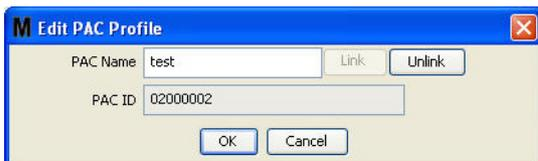

FIG. 117
- È visualizzata la schermata Edit PAC Profile (Modifica profilo PAC) mostrata nella FIG. 117. Per modificare il nome PAC, digitare un nuovo nome nella casella PAC Name (Nome PAC) e fare clic su OK per chiudere le schermate e salvare le modifiche.